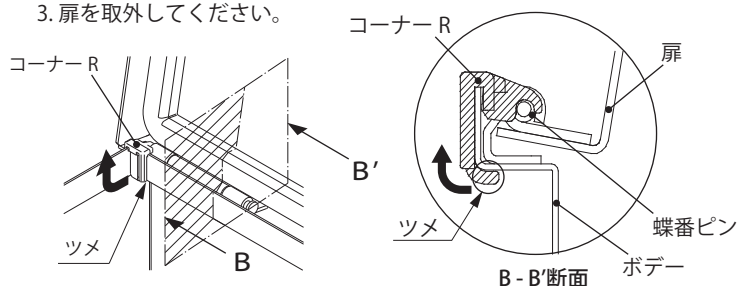

図 1
1. コーナー R をツメを引張って取外してください。(図 1)